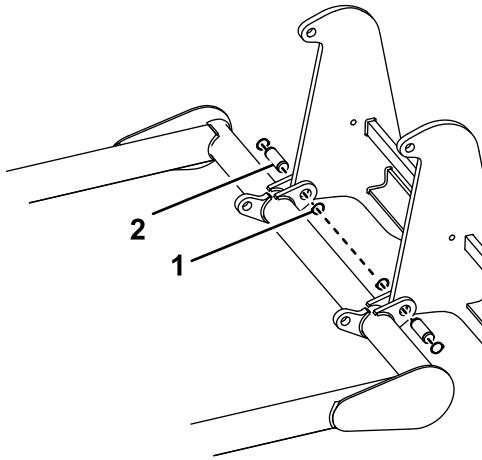

Figure 8
3. Montez le bras du porte-bobine sur le cadre du contrepoids à l'aide de 4 bagues de retenue et de 2 goupilles (Figure 8).